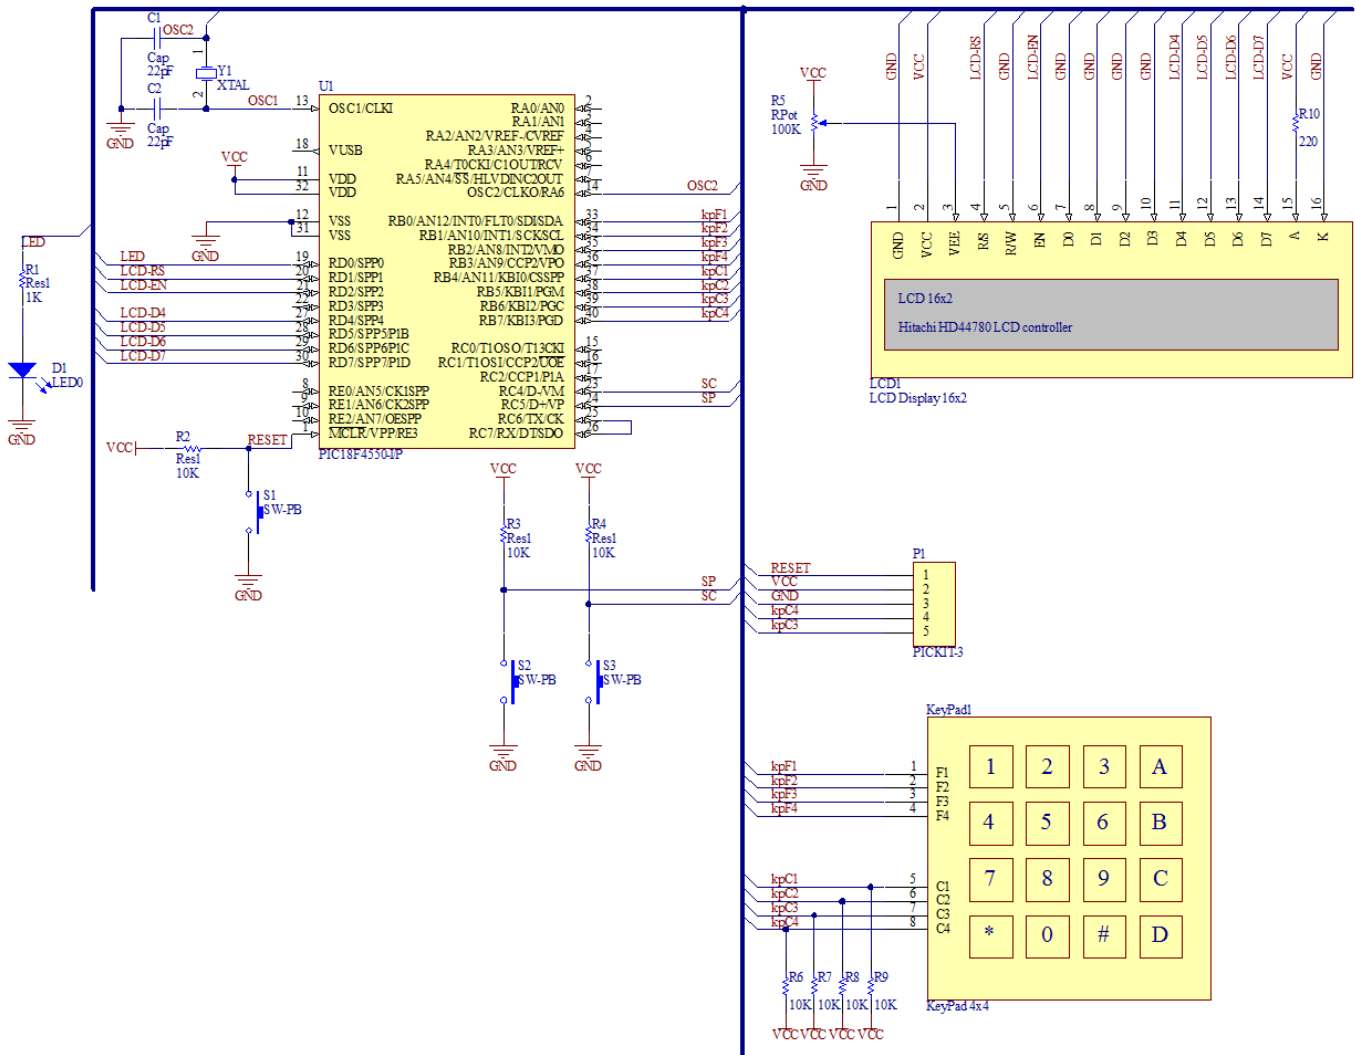

Figura 1.1: Manejo de LCD inteligente y teclado matricial - USART en bucle.
1. Implemente el circuito de la Figura 1.1 en un project board.